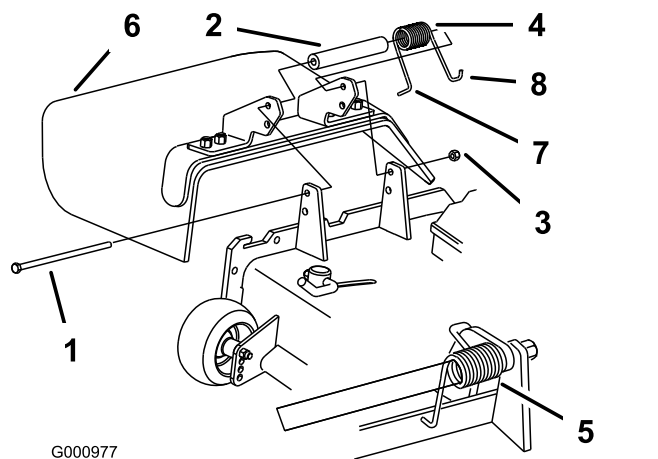

Figura 28
2. Îndepărtați contrapiulia, urubul, arcul și distanțierul care fixează deflectorul pe suporturile pivotante (Figura 28). Îndepărtați deflectorul pentru iarbă deteriorat sau uzat.
Notă: Asigurai-vă că ai montat capătul în formă de L în spatele marginii unității de tăiere, înainte de a monta urubul conform Figura 28.
4. Instalai urubul și piulia. Amplasai capătul în formă de J al arcului în jurul deflectorului pentru iarbă (Figura 28).